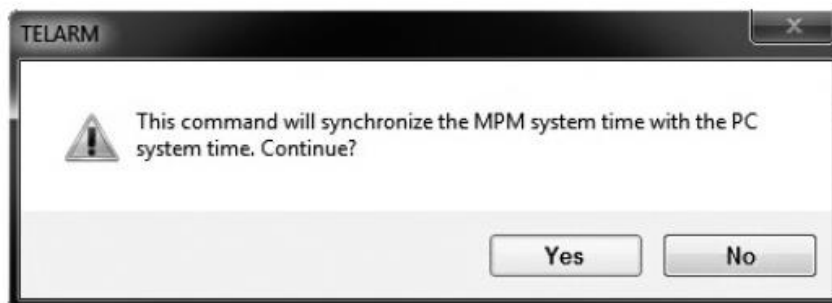

Figura 70
**¡ADVERTENCIA!** La ventana de confirmación desplegable aparecerá luego de seleccionar el comando de sincronización de fecha y hora (ver Figura 70)
**¡ADVERTENCIA!** Luego de ejecutar el comando Sincronizar fecha y hora, aparecerá una ventana emergente (ver Figura 70).